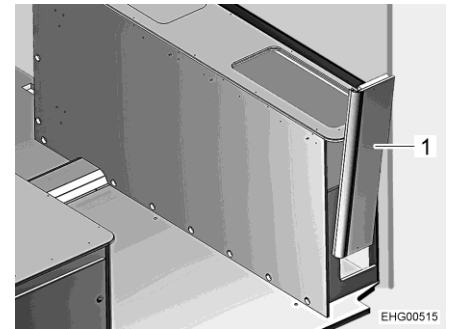

Fig. 137 Cassone letto a destra, pannello laterale
- Rimuovere il pannello laterale (Fig. 137,1) verso l'alto scuotendolo leggermente.